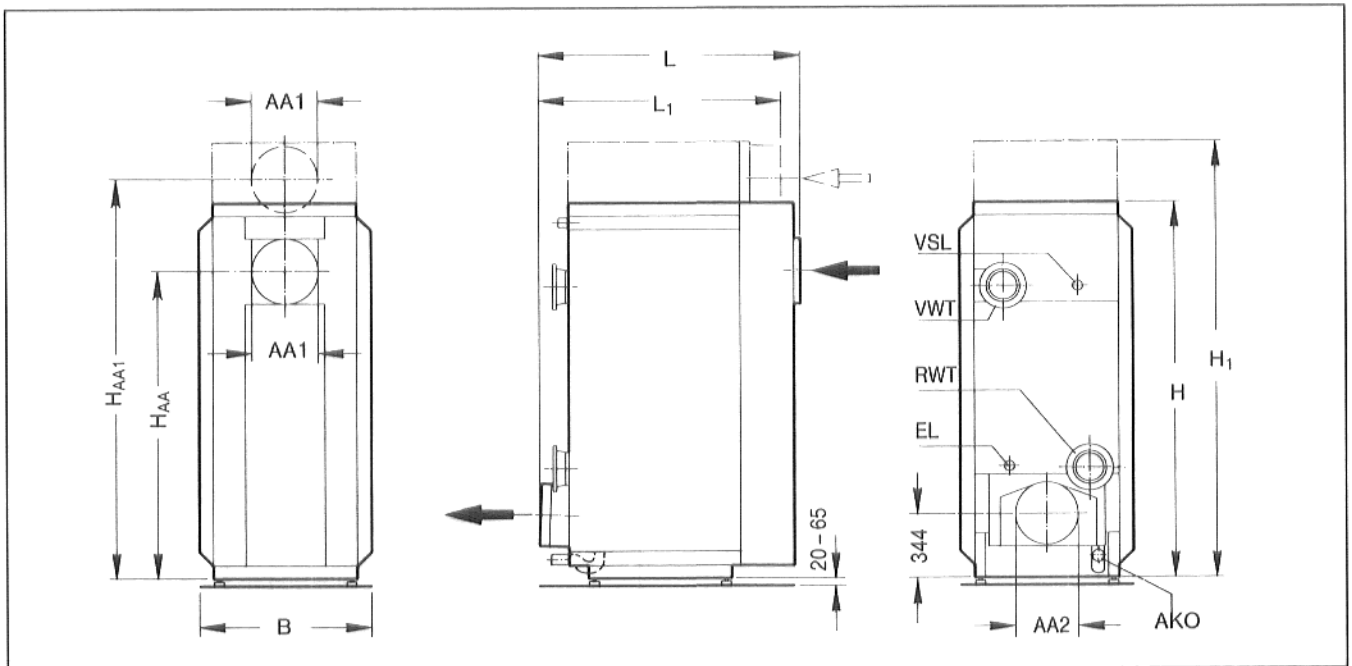

Abb. 1
- Kunststoffsiphon an Kondensataustritt AKO eindichten (Abb. 1 u. 5).